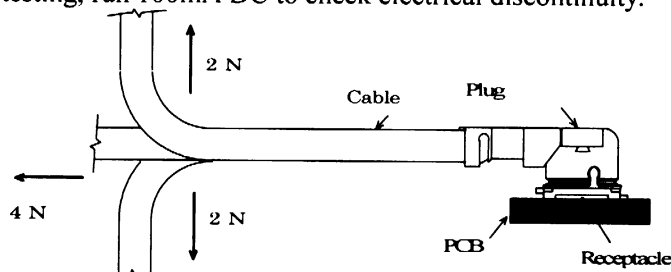

Fig.2
(3) Cable retention force / ケーブル保持力
A. Testing : Apply force on the cable as shown in Fig.2.
A.試験法:Fig. 2のようにケーブルに力を加える。尚、試験中にDC100mAの電流を流して電氣的瞬断を確認する。